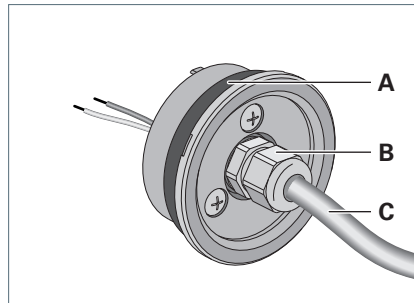

Fig. 3: Rohrleuchte RL70.
- Führen Sie das Kabel durch die Kabelverschraubung **B**, siehe Fig. 3.